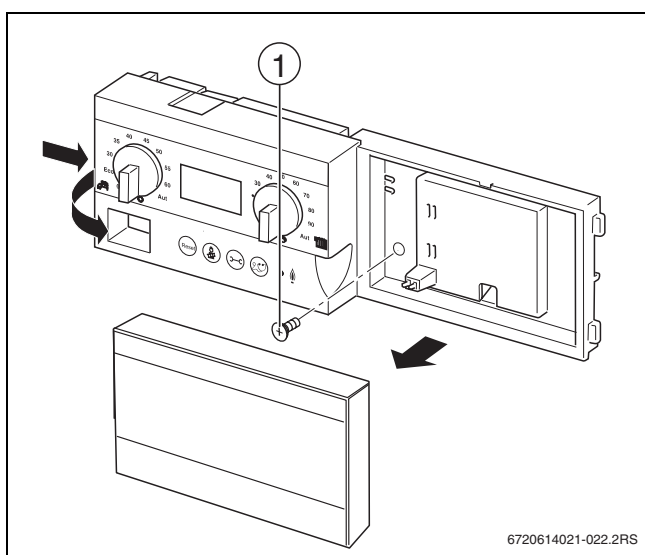

Bild 19 Sicherungsschraube lösen und Gerät herausnehmen
- Sicherungsschraube [1] lösen, Lasche links (→ Bild 19, [Pfeil]) am BC10 eindrücken und Gerät nach vorne abnehmen.